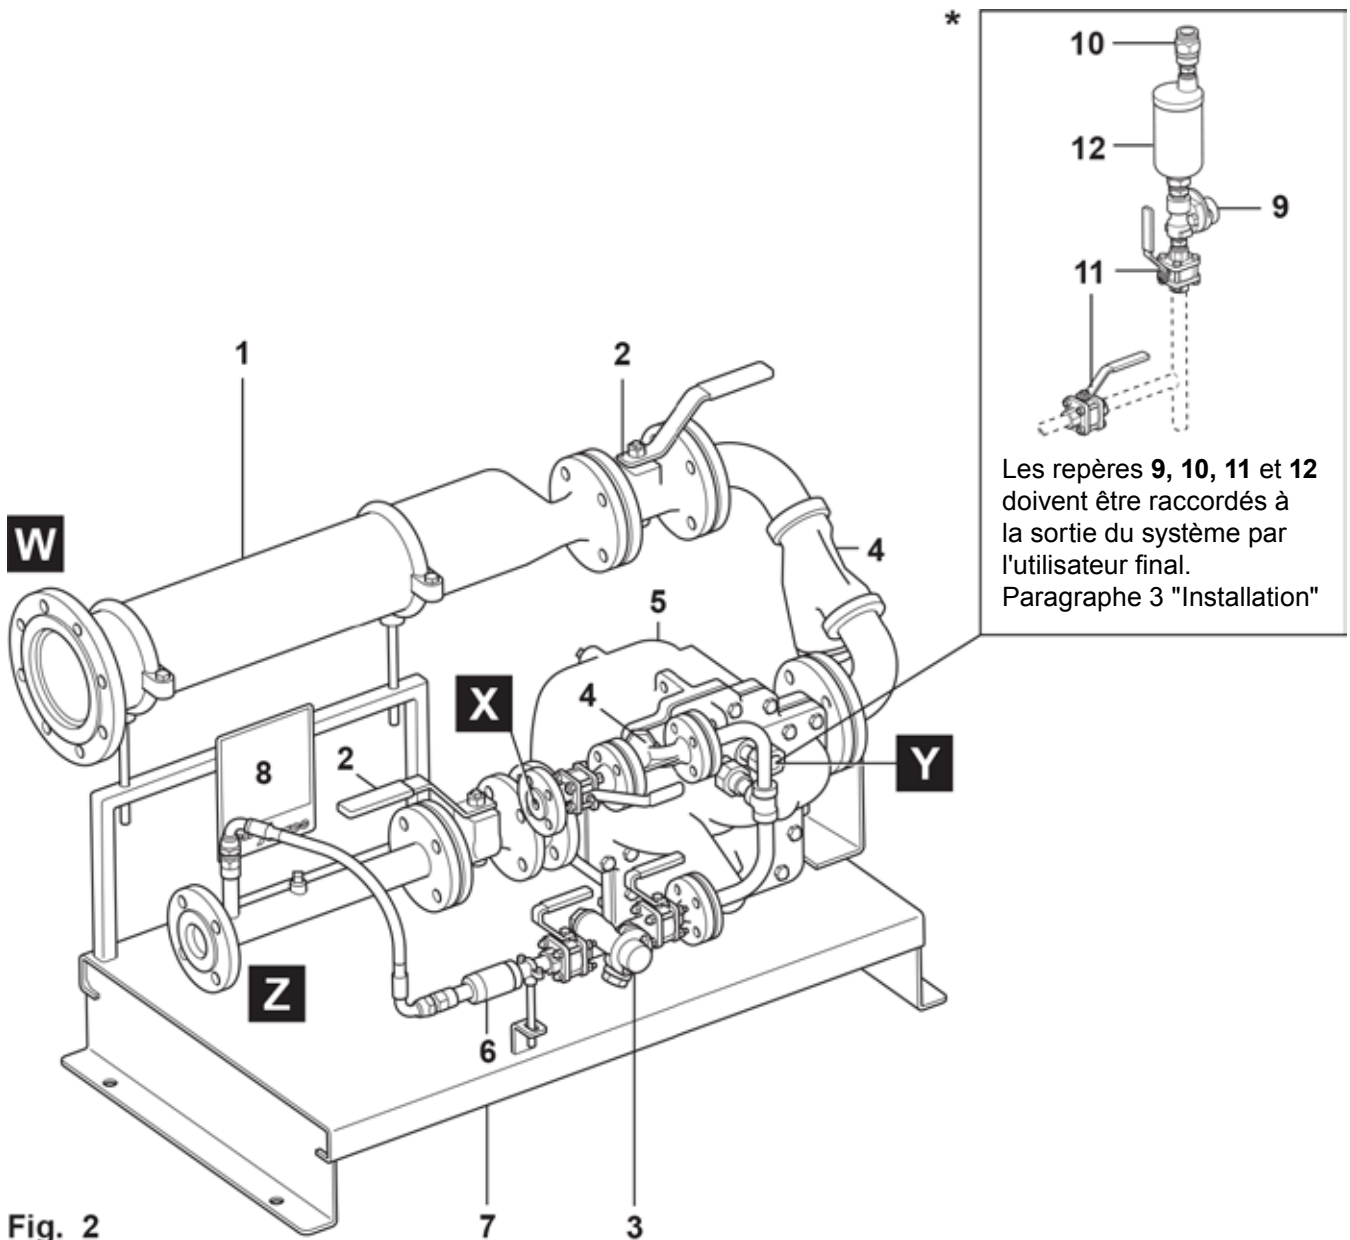
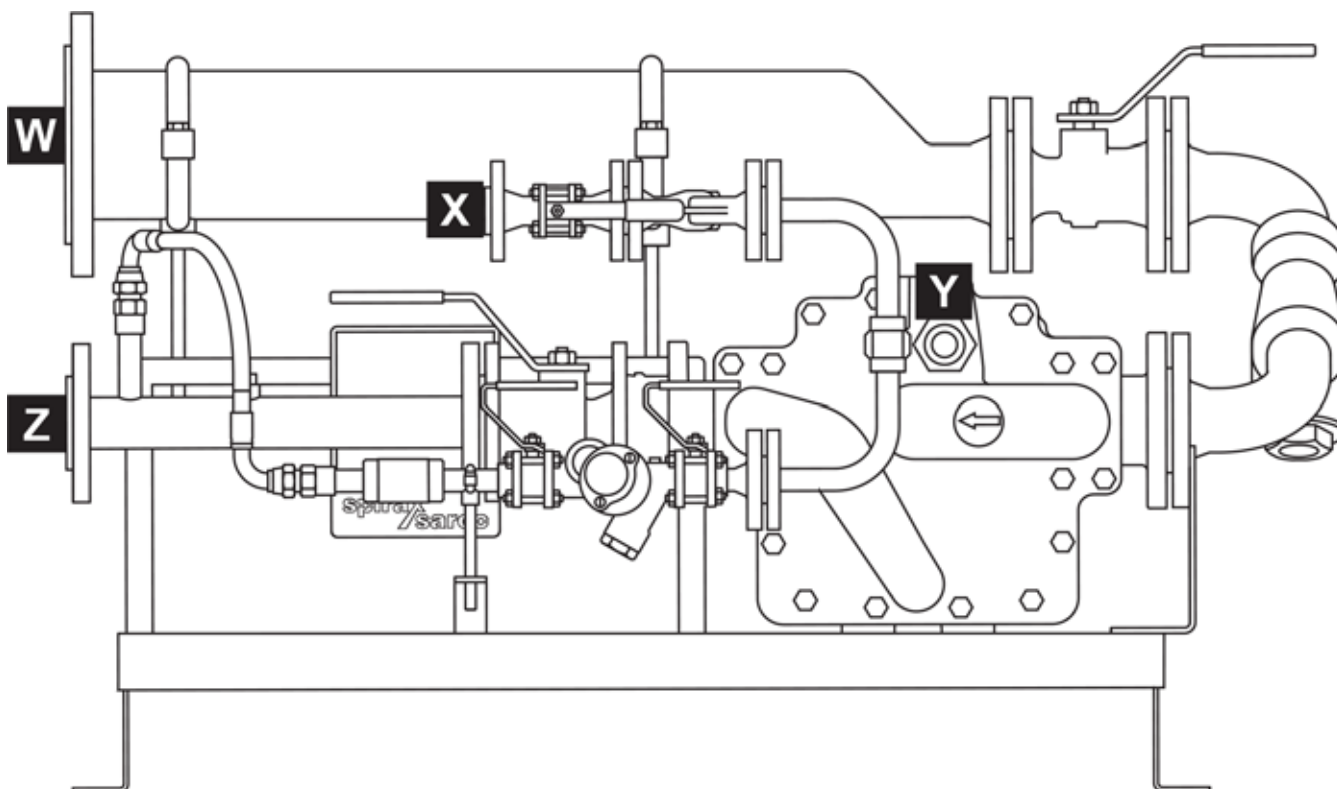

Fig. 2
Fig. 4 - Soulèvement frontal
3.3 Raccordements (se référer de la Fig. 2 à la Fig. 4)